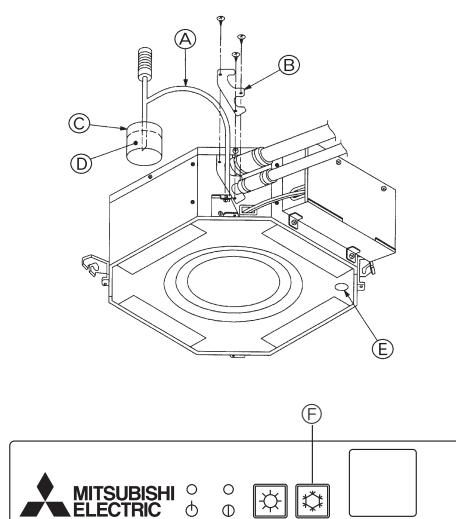

Fig. 9-5
9.4.1. Για το ασύρματο τηλεχειριστήριο (Fig. 9-5)